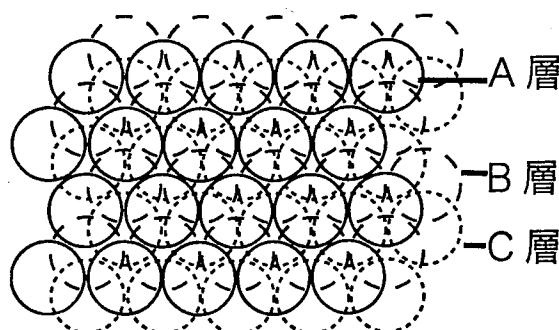

図1-1
三次元空間に同じ半径の球を最も密に詰める配列として、図1-1の①構造と